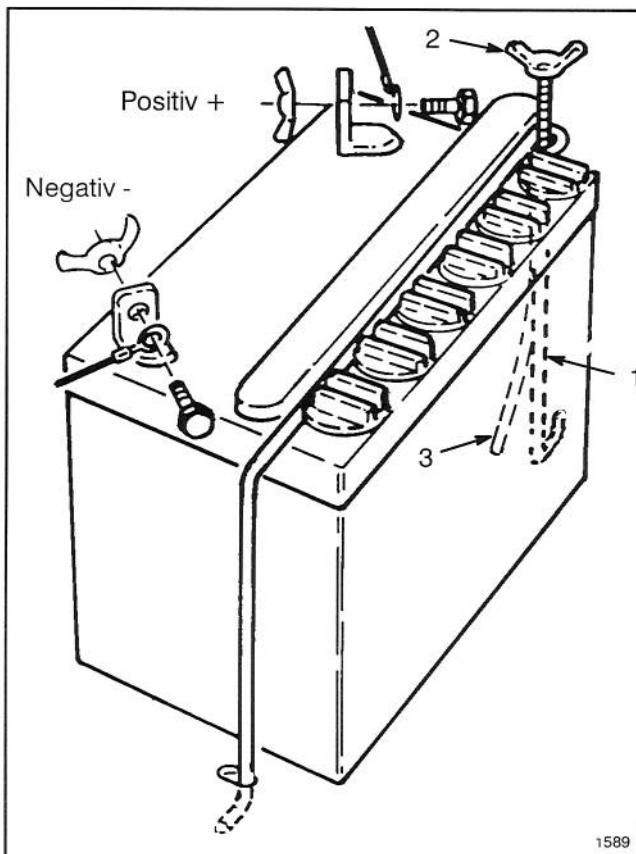

Abbildung 3
2. Die Flügelmutter entfernen, mit denen die Batteriehalterungen am Mähergestell befestigt sind (Abb. 3).
8. Die Batterie mit den Klemmen in Richtung Gerätehinterseite und dem Entlüftungsrohr durch die Bohrung im Rahmen anbringen (Abb. 3).
10. Das positive Kabel an der positiven (+) Klemme und das negative Kabel (schwarz) an der negativen (-) Klemme der Batterie anbringen und mit Kopfschrauben und Flügelmuttern sichern (Abb. 3).